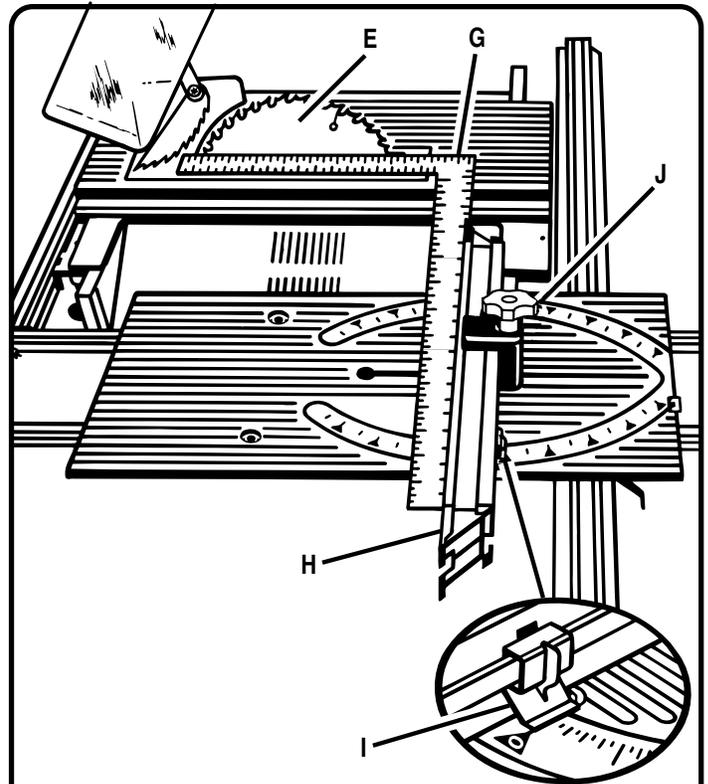

Fig. 53
Voir figure 53.
- Réglez le guide d'onglet (H) à 0° comme il est illustré à la figure 53. L'indicateur d'onglet (I) doit être réglé précisément à 0° degré et fixé en place à l'aide du serre-guide d'onglet (J).
- Mettez une équerre de charpentier (G) bien contre le guide d'onglet (H) et l'autre côté contre la lame (E).
- Réglez le guide d'onglet (H) à 0° comme l'illustre la figure 53. L'indicateur d'onglet (I) doit être réglé précisément sur 0° et fixé en place à l'aide du serre-guide d'onglet (J).